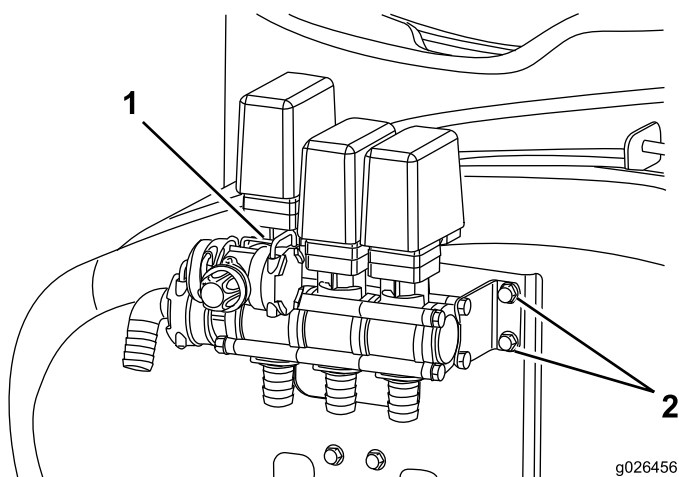

Bild 2
- Entfernen Sie den Stift und ziehen Sie das Sicherheitsventil ab (Bild 2).
- Entfernen Sie die Schrauben, um das Ventil von der Maschine abzunehmen (Bild 2).